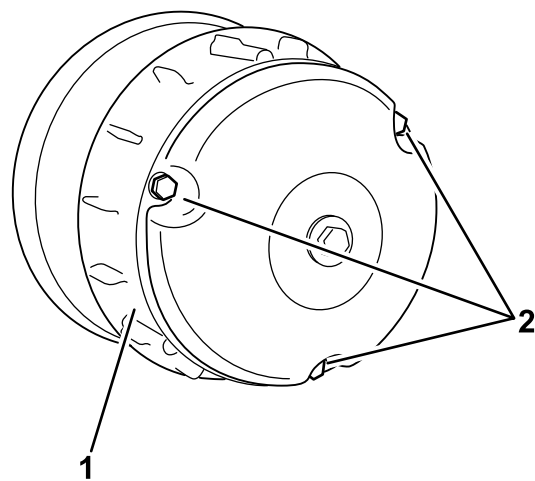

Рисунок 63
- Установите крышку сцепления и закрепите ее 3 болтами (Рисунок 63), снятыми при выполнении пункта 2.
- Отверните три болта крепления крышки сцепления и снимите крышку (Рисунок 63).